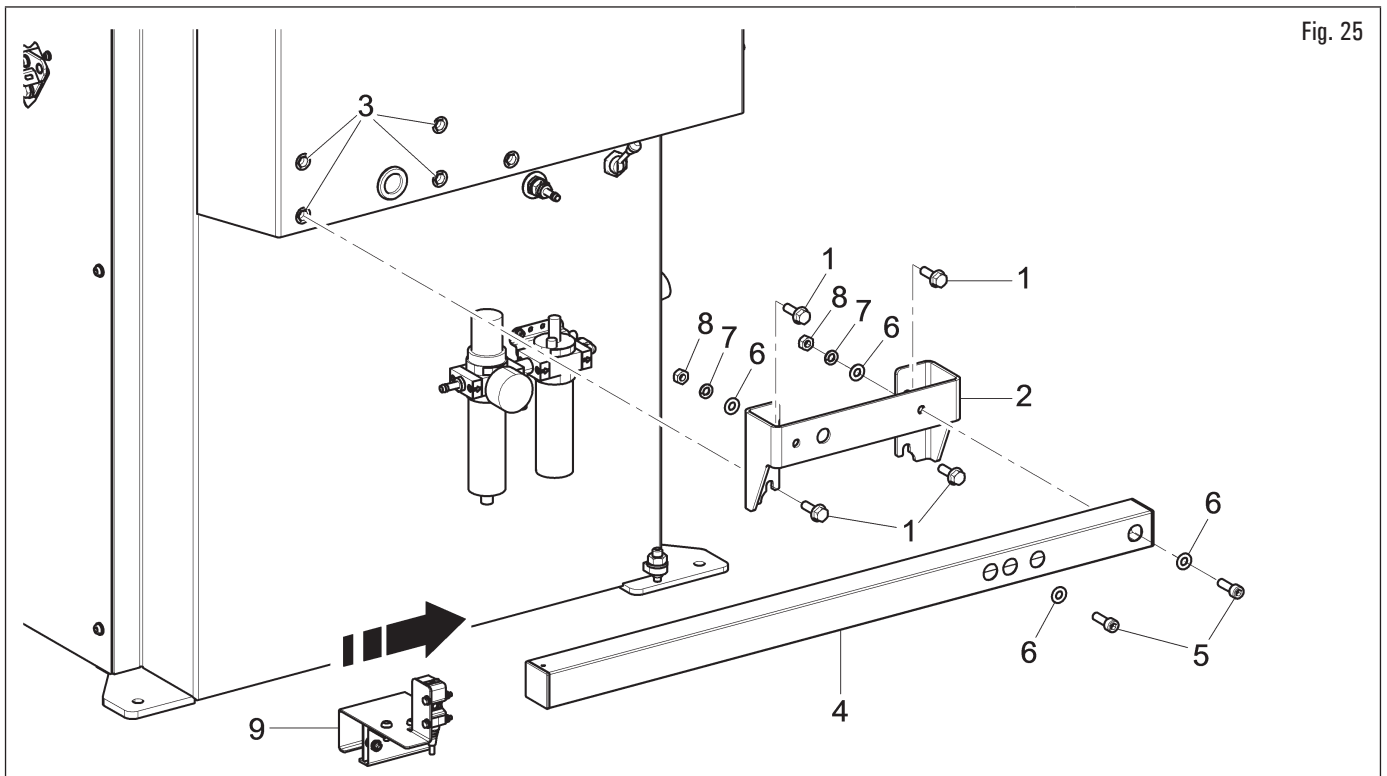

Fig. 25
1. Inserire le 4 viti (Fig. 25 rif. 1) nella staffa del calibro (Fig. 25 rif. 2) e avvitarle ai rivetti filettati (Fig. 25 rif. 3) posti sul telaio dell'apparecchiatura. Bloccare il braccio del Run-out (Fig. 25 rif. 4) alla staffa (Fig. 25 rif. 2) utilizzando le 2 viti (Fig. 25 rif. 5) e le rondelle (Fig. 25 rif. 6). Bloccare le viti (Fig. 25 rif. 5) con i dadi (Fig. 25 rif. 8) e le rondelle (Fig. 25 rif. 6 e 7);
2. montare il Run-out (Fig. 25 rif. 9) come rappresentato in Fig. 25;